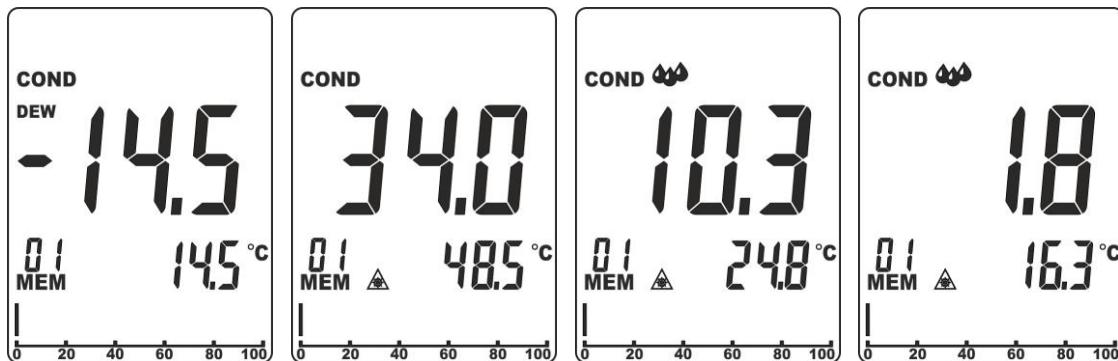

Fig. 11: Medida diferencial temperatura de superficies
3. Pulse simultáneamente las teclas **RH%** y **MOI** para entrar en el modo de medida de Condensación. El instrumento muestra el valor de la temperatura de Rocío medida del sensor integrado en el visualizador secundario y las indicaciones “COND” y “DEW” aparecen en el visualizador (ver la Fig. 11 – primera pantalla). El visualizador principal muestra siempre la diferencia entre el valor de temperatura IRT y la temperatura de Rocío
- Si la temperatura IRT es mayor de más de **14°C (25°F)** respecto a la temperatura de Rocío → la diferencia de temperatura (IRT-DP) se muestra en el visualizador principal sin otras indicaciones (ver la Fig. 11 – segunda pantalla)
- Si la temperatura IRT es mayor de **3°C÷14°C (5°F÷25°F)** respecto a la temperatura de Rocío → la diferencia de temperatura (IRT-DP) se muestra en el visualizador principal, la indicación “**⚠⚠**” aparece en el visualizador y el instrumento emite un sonido que indica una situación de riesgo de condensación en el área (ver la Fig. 11 – tercera pantalla)
- Si la temperatura IRT es mayor de **menos de 3°C (5°F)** respecto a la temperatura de Rocío → la diferencia de temperatura (IRT-DP) se muestra en el visualizador principal, la indicación “**⚠⚠**” aparece en el visualizador y el instrumento emite un doble pitido que indica una situación de elevado riesgo de condensación en el área (ver la Fig. 11 – cuarta pantalla)